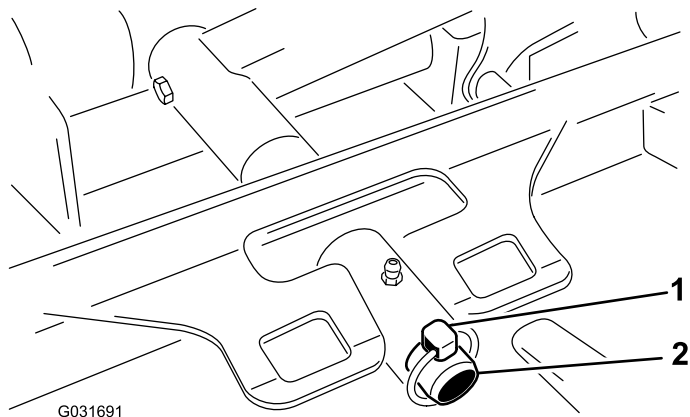

Figura 62
3. Retire el pasador de seguridad que sujeta el bastidor de tiro de la carcasa a la barra de giro del brazo de elevación (Figura 62).
3. Desplace el bastidor de tiro de la carcasa sobre la barra de giro del brazo de elevación y fíjelo con el pasador de seguridad (Figura 62).